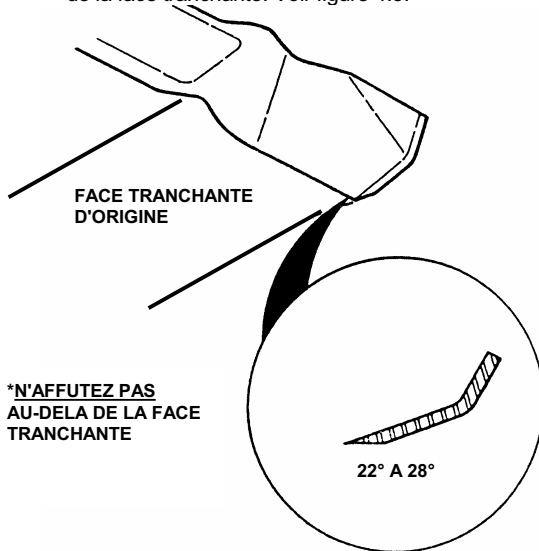

FIGURE 4.3
4. Affûtez la lame sur une meuleuse en respectant un angle d'attaque compris entre 22 et 28 degrés. N'ALLEZ PAS au-delà de la face tranchante. Voir figure 4.3.